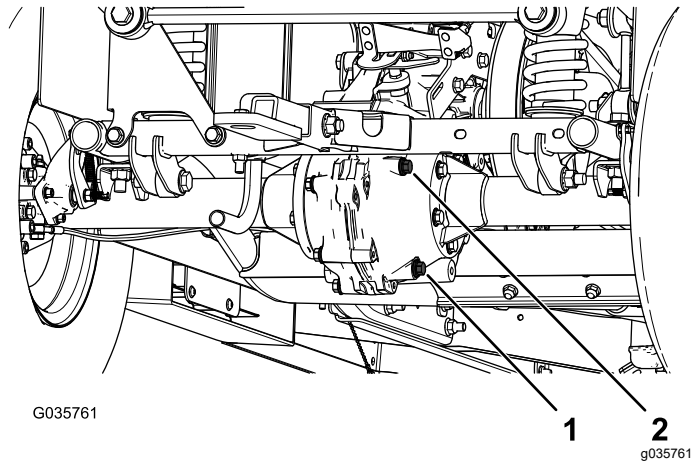

Bild 56
4. Entfernen Sie die Füllschraube am Getriebe (**Bild 56**).
5. Wenn der Ölstand niedrig ist, nehmen Sie die Füllschraube ab und füllen Sie die angegebene Ölsorte ein, bis das Öl aus dem Loch ausläuft (**Bild 56**).
1. Stellen Sie eine Auffangwanne unter die Ablassschraube (**Bild 56**).
2. Entfernen Sie die Füllschraube und die Dichtung (**Bild 56**).
3. Entfernen Sie die Ablassschraube und die Dichtung und lassen das Öl vollständig ablaufen (**Bild 56**).